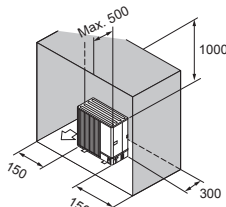

Fig. 2-14
- (6) Ostruzioni o superfici chiuse solo dietro, ai lati e sopra (Fig. 2-14)